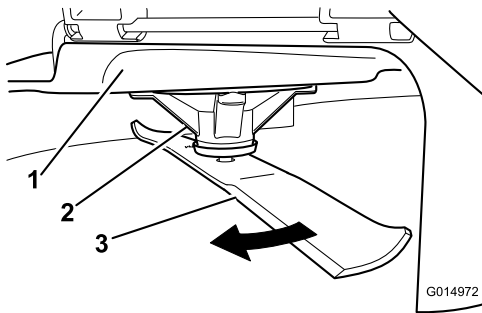

Figure 104
2. Enfilez des gants épais ou utilisez une autre protection adéquate pour les mains, et faites tourner la lame lentement jusqu'à une position permettant de mesurer la distance entre le tranchant et la surface plane sur laquelle se trouve la machine (Figure 104).